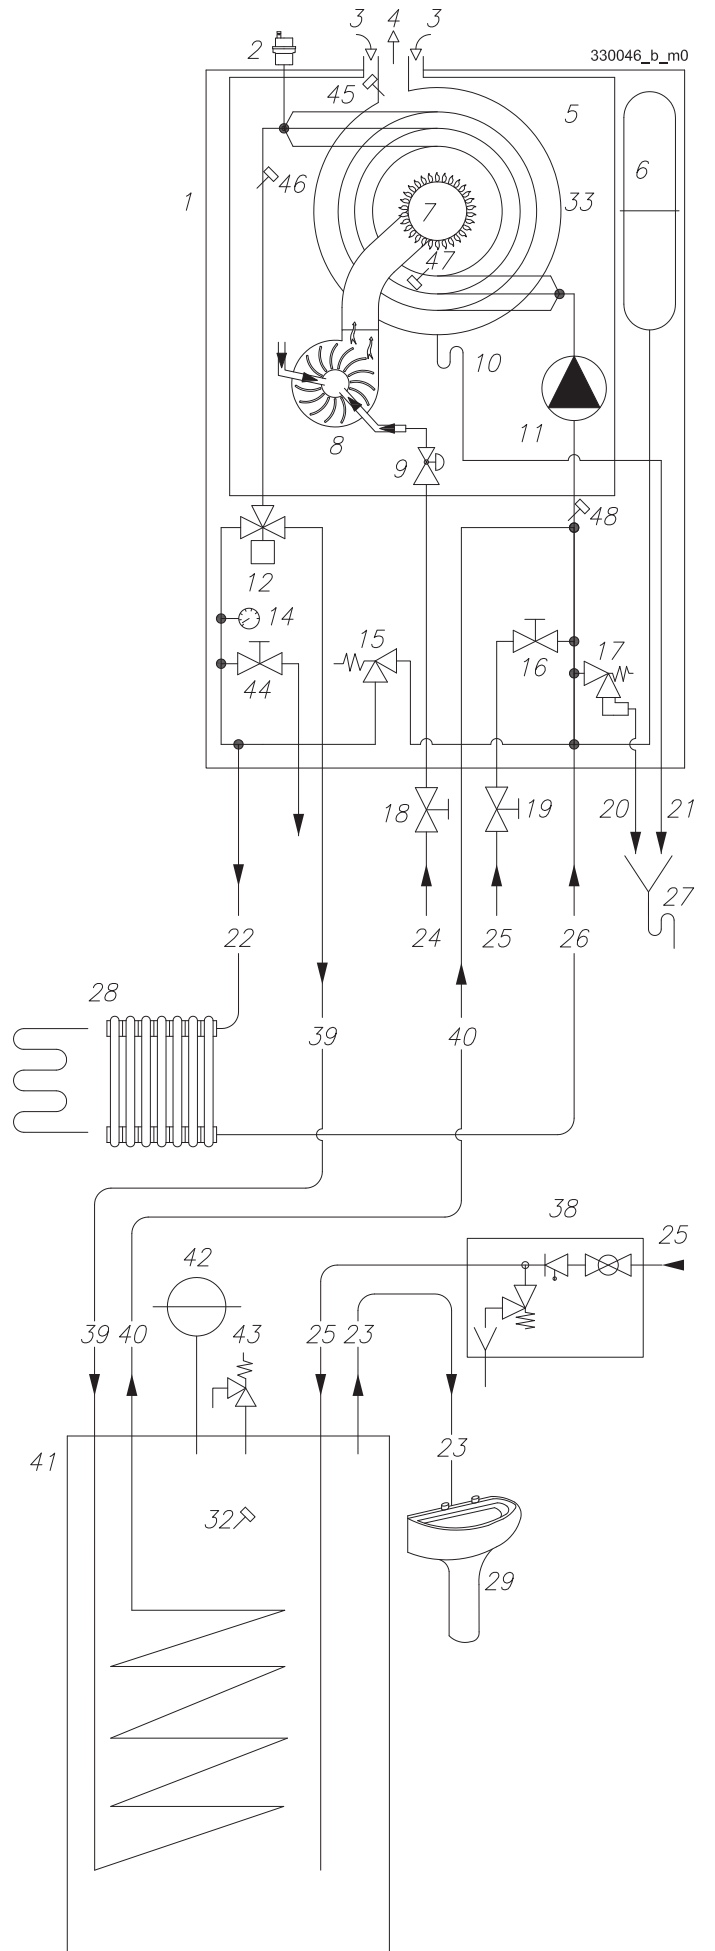

Figura 4-2 - Modelli 24B - 34B
**“B”** - Con questo apparecchio si può realizzare un impianto per la produzione di acqua calda sanitaria tramite un bollitore ad accumulo di tipo a serpentino ed un impianto di riscaldamento con gli elementi riscaldanti funzionanti a temperatura compresa fra 30°C e 80°C. Un esempio di questa tipologia di impianto è esemplificato in Figura 4-2.